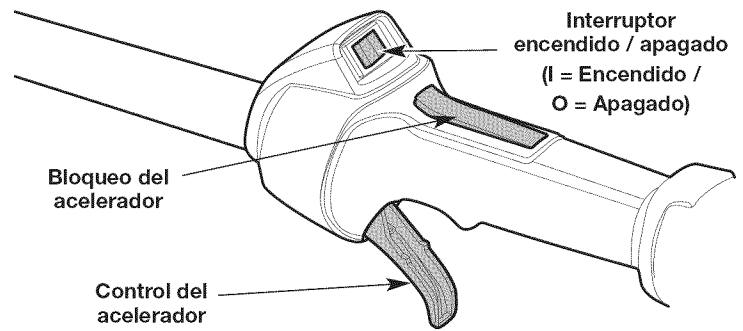

Fig. 6
NOTA: No es necesario encender la unidad. El interruptor de encendido/apagado está en la posición **Encendido (I)** en todo momento (Fig. 6).
NOTA: NO apriete el control del acelerador hasta el paso 8 (Fig. 6).
8. Oprima y mantenga apretado el bloqueo del acelerador (Fig. 6). Apriete el control del acelerador según sea necesario para el funcionamiento (Fig. 6).
2. Oprima y mantenga apretado el interruptor de encendido/apagado en la posición **Apagado (O)** hasta que el motor se pare por completo (Fig. 6).